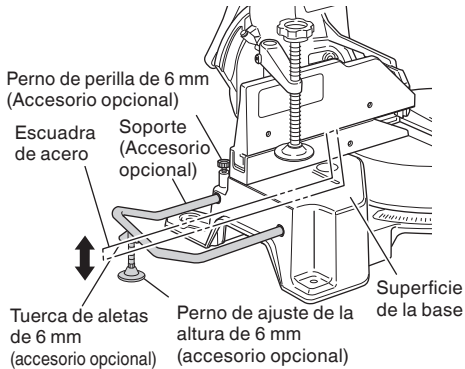

Fig. 13
(1) Como se indica en la Fig. 13, utilice una escuadra de acero para alinear el borde superior de los soportes con la superficie de la base.